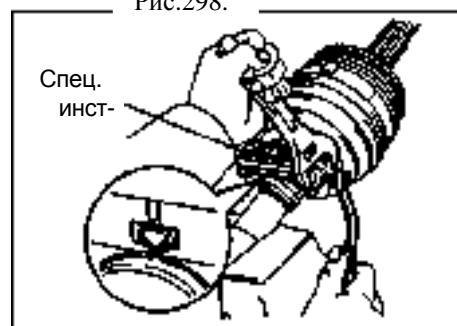

Рис.298.
- (1) Закрепите малый зажим внешнего соединения.
- (2) Надежно установите зажим на пыльник.
- (3) Установите специальный инструмент на зажим. Заблокируйте инструмент для крепления зажима (см.рис.298).